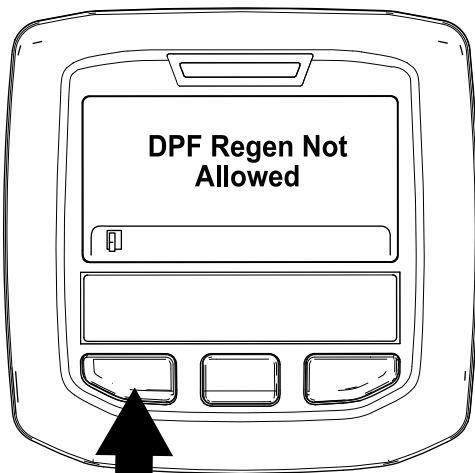

Figura 34
- Se il processo di rigenerazione non è consentito dal computer del motore, viene visualizzato il messaggio "Rigen. FAP non consentita" nell'InfoCenter (Figura 34). Premete il pulsante sinistro per uscire e tornare alla schermata Home.